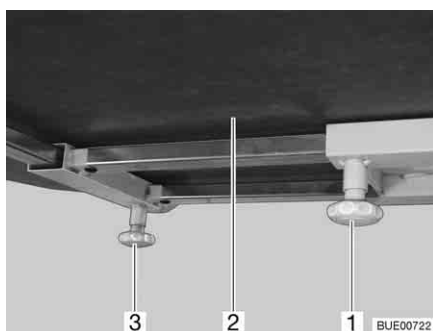

Fig. 120 Spostamento del piano del tavolo (alternativa)
- Svitare la vite a testa cilindrica zigrinata (Fig. 120,1).
- Spingere il piano del tavolo (Fig. 120,2) nella posizione desiderata.
- Svitare la vite a testa cilindrica zigrinata (Fig. 120,3).